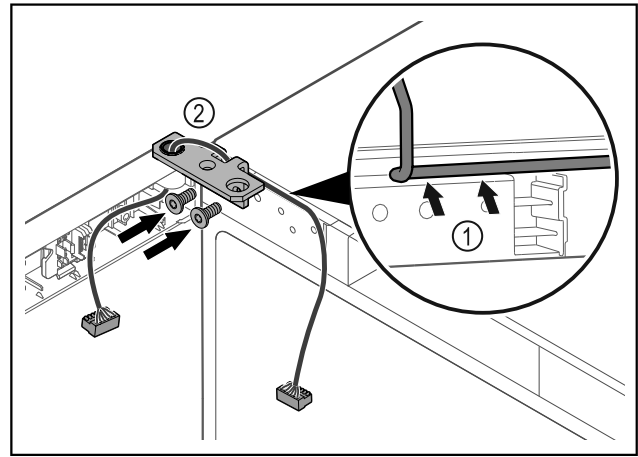

Fig. 41
- Faire passer le câble avec précaution par le trou de l'équerre de charnière Fig. 41 (1).
- Visser l'équerre de charnière Fig. 41 (2).